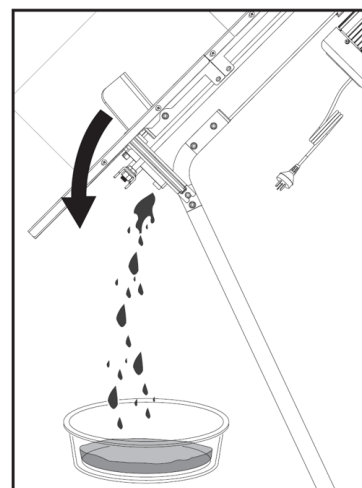

Fig. 16b
3. Inclinare lo spaccalegna come mostrato nella Fig. 16b e raccogliere l'olio idraulico usato